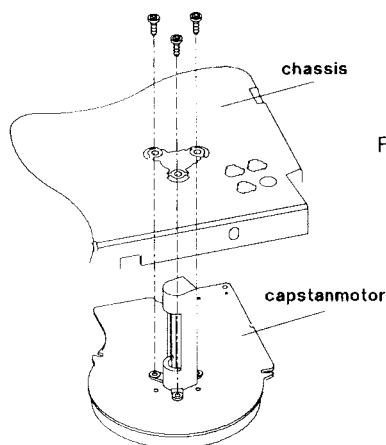

Fig. 12
- Die drei Befestigungsschrauben auf der Oberseite entfernen und den Capstanmotor nach unten aus dem Laufwerk nehmen (Fig. 12).